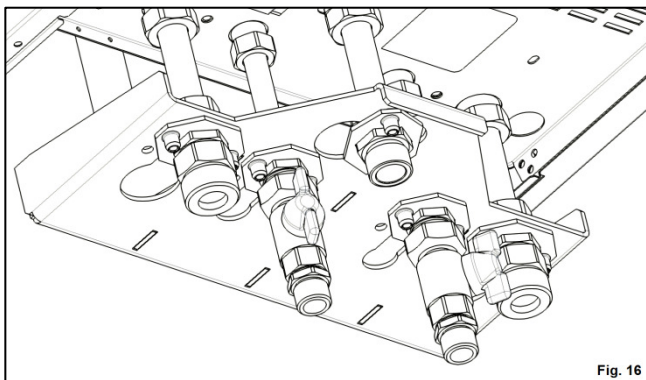

Fig. 16
11. Se montează robineții cu olandez M, pe racordurile E, asigurându-se etanșarea prin intermediul garniturilor D (Fig. 16) și strângerea piulițelor (30Nm).